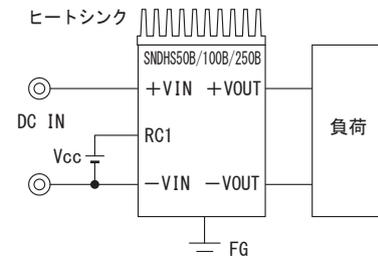

図2.3 標準接続方法2 (例)
- 製品単体で使用する場合は、RC1端子へ電圧を印加する必要があります (図2.3)。